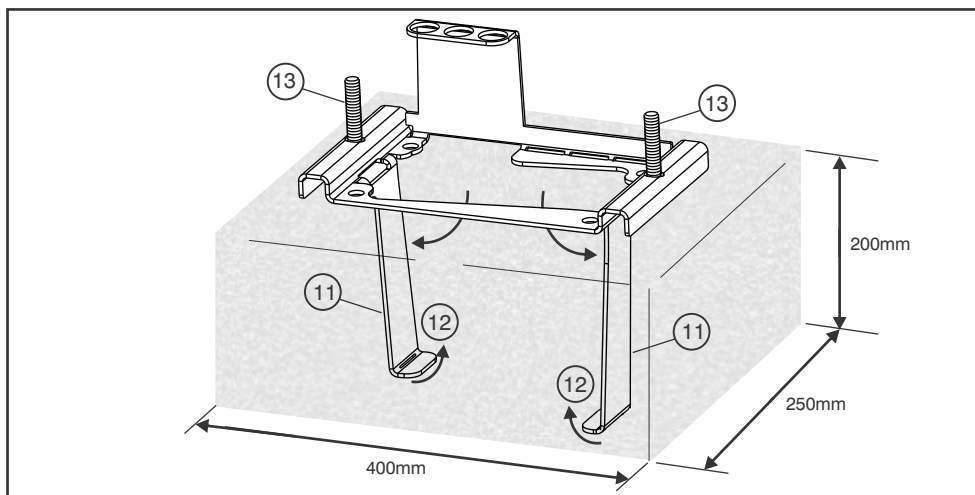

Figure 13 Ancrages de la plaque de fondation
- Les ancrages 11 doivent d'abord être baissés comme sur la figure 13.